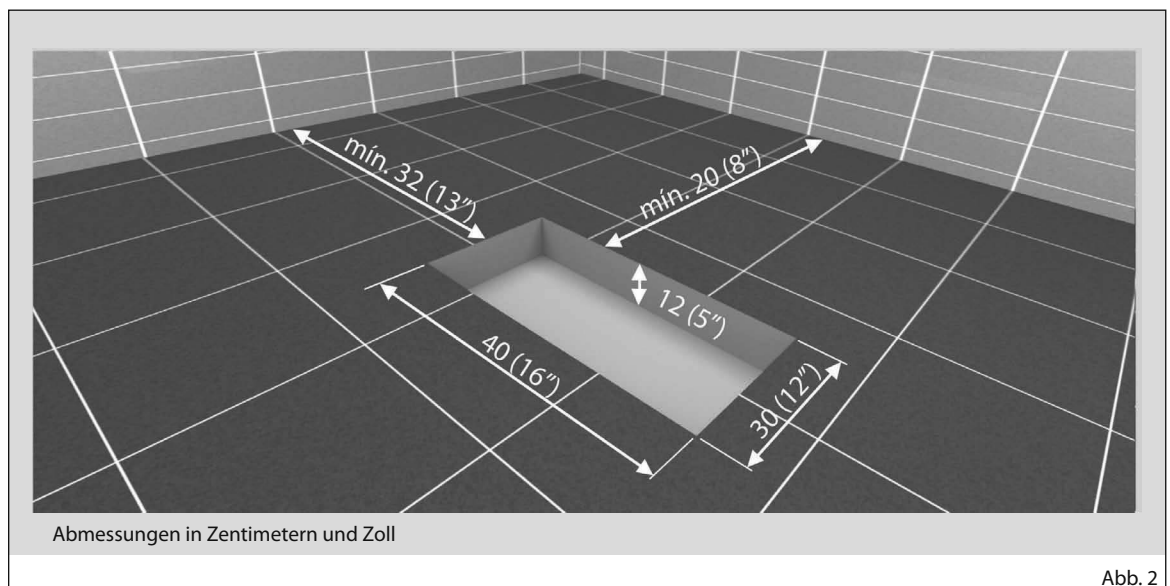

Abb. 2
- Wenn die Wanne auf dem Boden abgestellt wird, muss eine Bohrung mit den in der nachstehenden Abbildung angegebenen Abmessungen ausgeführt werden. Der Schacht muss entsprechend der Wannenposition angeordnet werden (siehe Abb. 2).